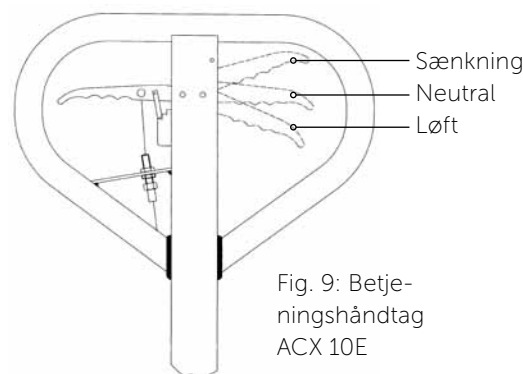

Fig. 9: Betjeningshåndtag ACX 10E
Indstil ved behov betjeningshåndtaget, som beskrevet i det følgende (fig. 9):
- Når betjeningshåndtaget befinder sig i positionen for "Sænkning" og gaflerne ikke flytter sig ned, skal indstillingsmøtrikken drejes med uret, indtil den virkning, der passer til grebpositionen, opnås. Kontrollér derefter positionen "Neutral" iht. fig. 9, og kontrollér, om indstillingsmøtrikkens position er korrekt.